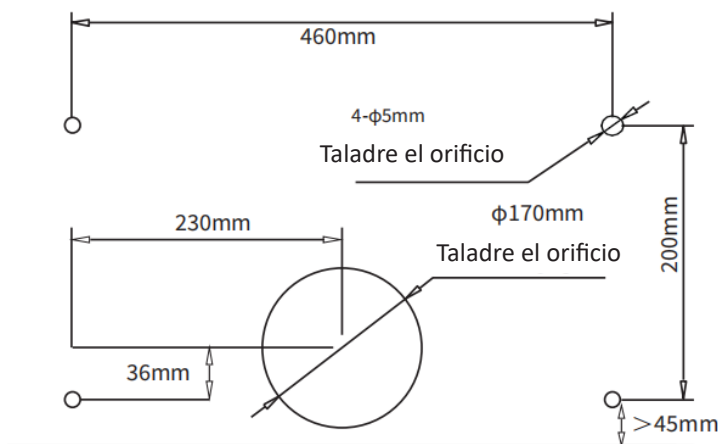

Fig. 2
2. Os filtros de carvão devem ser colocados nos dois lados do motor. Rode os filtros até ficarem bem fixos (ver fig. 2).